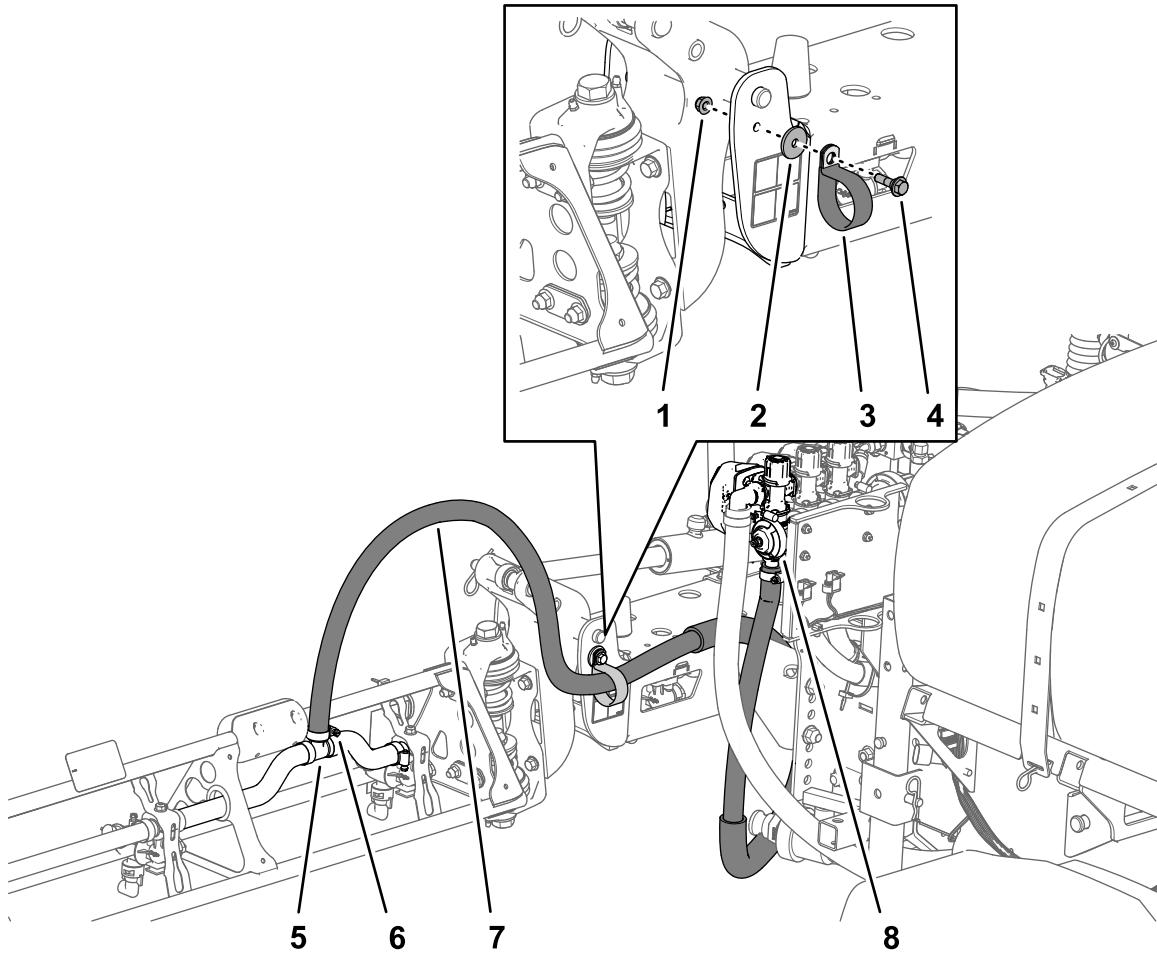

Figura 43
1. Oriente as tubagens das secções das rampas como indicado na Figura 42 e na Figura 43.
2. Prenda os tubos da rampa ao lado da frente da secção da rampa central (Figura 42 e Figura 43) com um grampo em R, um parafuso com olhal (5/16 pol. x 1 pol.), uma porca de bloqueio (5/16 pol.) e uma anilha (5/16 pol.).
3. Instale o tubo da secção da rampa sobre a união em T na secção da rampa e prenda o tubo com uma braçadeira de tubos (Figura 42 e Figura 43).